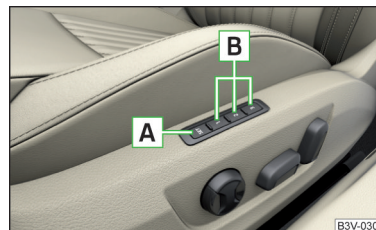

Abb. 88
Unter den Speichertasten **B** am Fahrer- bzw. Beifahrersitz kann jeweils eine Einstellung der jeweiligen Fahrersitz- und Außenspiegelposition gespeichert werden » Abb. 88.
- Die Taste SET **A** » Abb. 88 drücken und anschließend innerhalb von 10 s die gewünschte Speichertaste **B** drücken. Das Speichern wird mit einem akustischen Signal bestätigt.
- Die Zündung einschalten und die gewünschte Speichertaste **B** » Abb. 88 drücken.